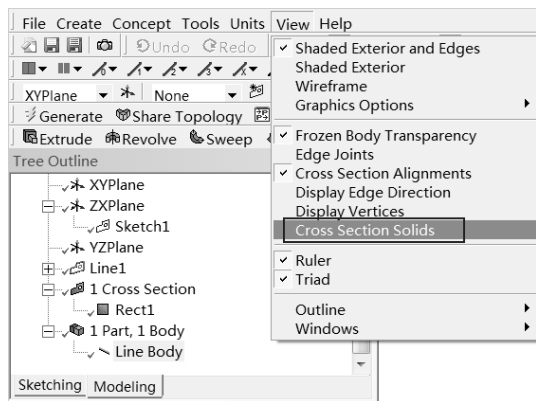
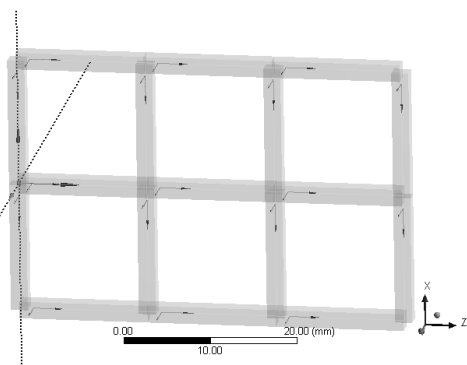

图 2-109 图形显示设置图
图 2-110 显示截面体
Step13 :显示图形截面。选择 View Cross Section Solids 命令 ,如图 2-109 所示 ,此时 ,Cross Section Solids 子菜单前面会出现一个 ,表示子菜单被选中 ,同时图形显示为如图 2-110 所示。